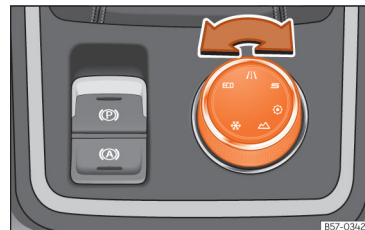

Fig. 157 Consola central: Comando rotativo [Driving Experience button].
- Rode o botão rotativo (Driving Experience button) até seleccionar o perfil de condução desejado »» **Fig. 157**.